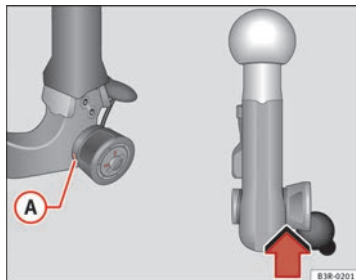

Fig. 168 Dispositivo desmontable para remolque: Comprobación de seguridad
- Compruebe si la marca verde **(A)** ⇒ fig. 168 de la rueda moleteada se encuentra en la zona negra de la rótula.